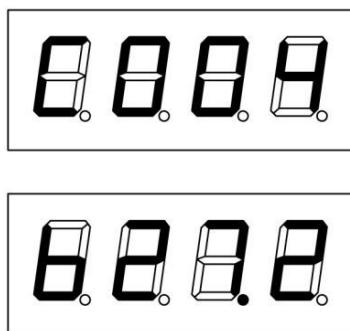
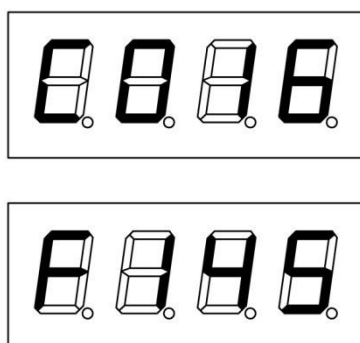

Рис. 3.3
Рис. 3.4
На рис. 3.3 изображены показания магнитометра в режиме измерения «Стык В» после проведения измерений. На верхнем индикаторе индицируется номер стыка, на нижнем – значение модуля вектора магнитной индукции  $B$  в мТл.
3.3.2 На рис. 3.4 изображены показания магнитометра в режиме измерения «Стык F» после проведения измерений. На верхнем индикаторе индицируется номер стыка, на нижнем – значение силового параметра  $F$ .
В этом режиме магнитометр сканирует в течение 5 секунд участок изолирующего стыка или рельса и после окончания сканирования индицирует на экране максимальное значение модуля вектора магнитной индукции магнитного поля  $B$  в мТл на участке сканирования (рис. 3.3). В целях уменьшения потребляемой
В этом режиме магнитометр сканирует в течение 5 секунд участок изолирующего стыка или рельса и после окончания сканирования индицирует на экране максимальное значение силового параметра  $F$  на участке сканирования (рис. 3.4). В целях уменьшения потребляемой энергии через 5 секунд измеренное значение гаснет. Вернуть его на экран можно нажатием клавиши  или .
Для просмотра результатов измерений в памяти прибора необходимо нажать клавишу  и удерживать ее более 3 секунд. При этом на индикаторах появится информация в формате рис. 3.3б или рис. 3.4б в зависимости от того, какой режим был установлен перед моментом входа в память («Стык В» или «Стык F»). Из других режимов работы магнитометра войти в память невозможно. Содержимое памяти в формате записи, приведенном выше, можно также просмотреть, подключив магнитометр к ПЭВМ.
Для проведения измерений необходимо перевести прибор в режим «Стык В» или «Стык F». Установить магнитометр на поверхности рельса. Расстояние от края прибора до стыка выбирается равным  $5 \div 10$  см. Нажать клавишу  и в течение  $3 \div 4$  секунд провести магнитометр над стыком по поверхности рельса, не отрывая его от поверхности до расстояния  $5 \div 10$  см от стыка до другого края прибора. После запуска измерения индикатор магнитометра гаснет, и на обоих индикаторах начинают загораться десятичные точки – через 1 секунду – в младшем разряде, через 2 секунды – две точки, через 3 секунды – три точки, через 4 секунды – четыре точки. После пятой секунды все точки гаснут, и на индикаторах появится информация в формате рис. 3.3 или рис. 3.4 в